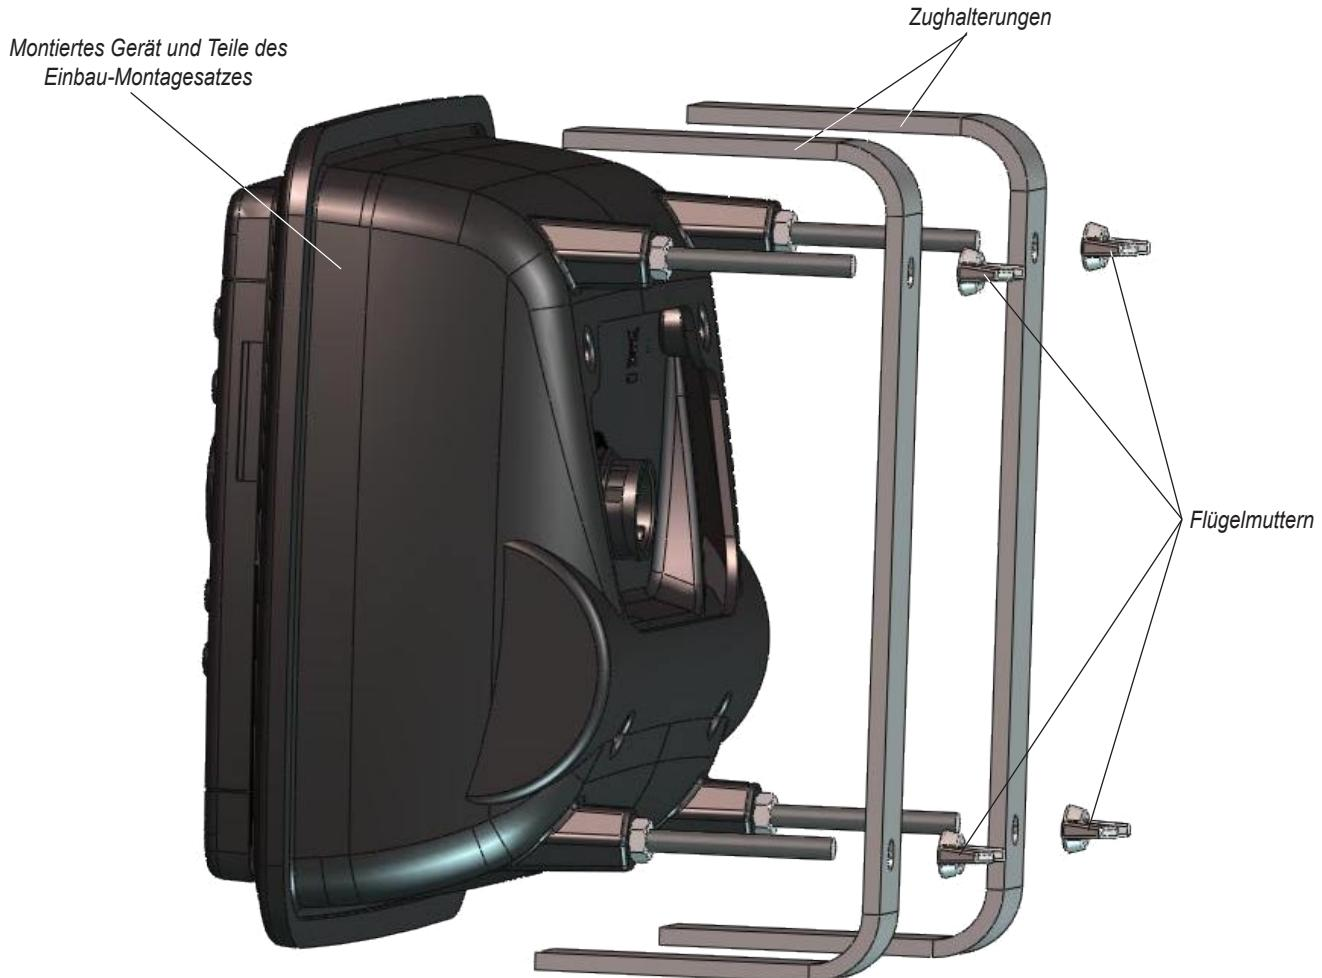

Abbildung 2
3. So installieren Sie das Gerät an der Öffnung (siehe Abbildung 2):
- Schieben Sie die Zughalterungen auf die Sechskantschrauben, und befestigen Sie diese mit den (4) Flügelmuttern.
- Ziehen Sie die (4) Flügelmuttern fest, um das Gehäuse an der Montageoberfläche anzubringen. Achten Sie darauf, dass Sie die Flügelmuttern nicht zu stark anziehen.